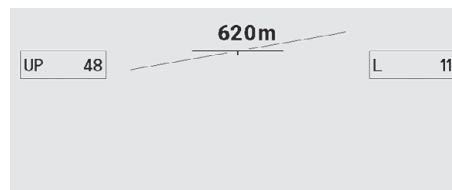

Fig. 4
2. Appuyez à nouveau brièvement sur le bouton marche/arrêt (2/1) pour accéder au menu alternatif (Fig.4).